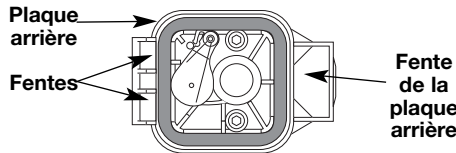

Fig. 29
- Replacez le filtre (Fig. 29).